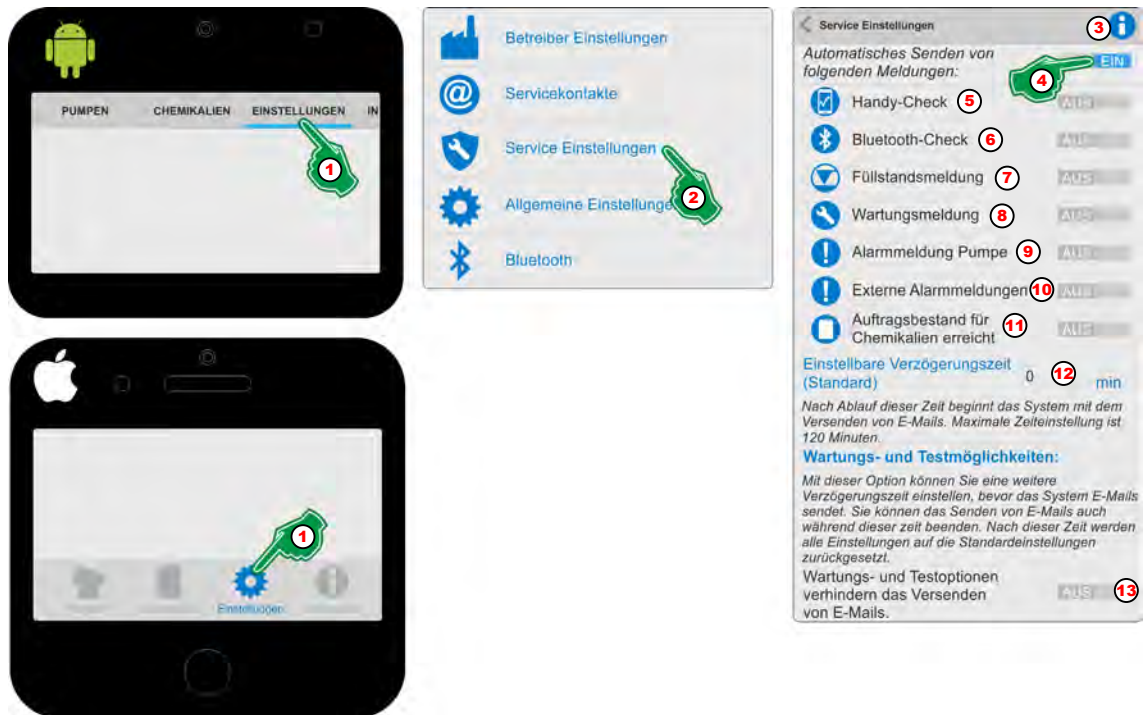

Abb. 44: Übersicht „Service Einstellungen“
Mit Einschalten dieser Funktion (Abb. 44, Pos. 4) wird das automatische Abrufen aller nachfolgend aufgeführten Optionen aktiviert.
Das Zeitintervall des automatischen Abrufs (Abb. 44, Pos. 12) wird mit Ausnahme der Option Handy-Check (Abb. 44, Pos. 5), unterhalb der Optionen gesetzt. Die Funktion Handy Check (Abb. 44, Pos. 5) hat einen eigens einstellbaren Zeitintervall (siehe  „„Handy-Check“ “ auf Seite 72).
1. ➤ [Einstellungen] (Abb. 44, Pos. 1) auswählen.
2. ➤ [Service Einstellungen] (Abb. 44, Pos. 2) auswählen.
3. ➤ Durch Auswahl des [Info] i Symbols (Abb. 44, Pos. 3) erscheint:
4. ➤ „Automatisches Senden von folgenden Meldungen“ (Abb. 44, Pos. 4) einschalten.
5. ➤ Verzögerungszeit (Abb. 44, Pos. 12), ab wann eine Nachricht nach einem Systemereignis versendet wird einstellen (0 min = sofort)
6. ➤ Um das Versenden von Emails während Wartungsarbeiten oder Systemtests zu verhindern, den Schalter (Abb. 44, Pos. 13) auf **EIN** Schalten.